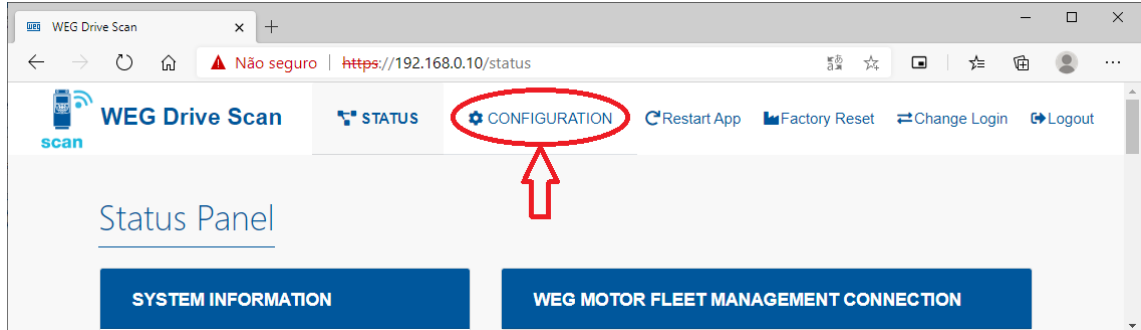

Figura 6.7: Status del Drive Scan
Paso 4 Haga clic en la pestaña “Configuration”, conforme la Figura 6.7.